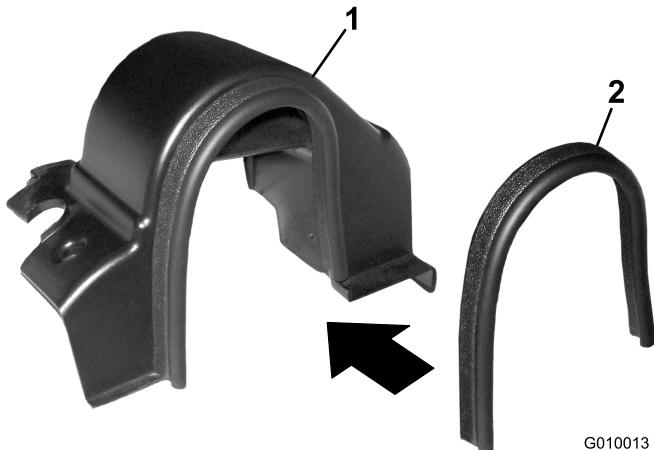

Figure 5
1. Commencez d'un côté du joint de garniture et forcez-le peu à peu sur le bord du couvercle de courroie jusqu'au bout (Figure 5).